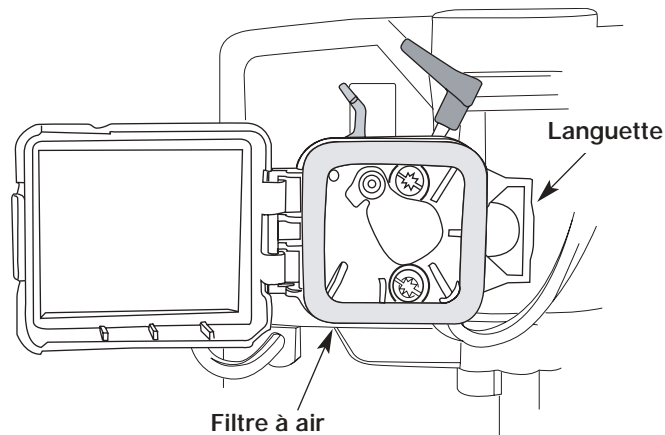

Fig. 8
2. Ouvrez le couvercle du filtre à air. Il s'ouvrira comme un battant, les charnières étant sur le côté gauche du couvercle (Fig. 8).
3. Retirez le filtre à air (Fig. 8).